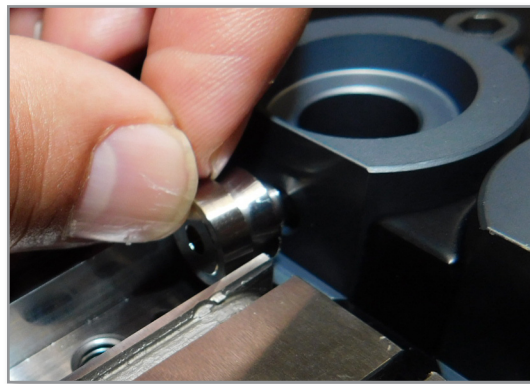

Figura 19-25 Instalación del sello de la compuerta
2. Instale el sello de compuerta en el inserto de la cavidad. Consulte la Figura 19-25.